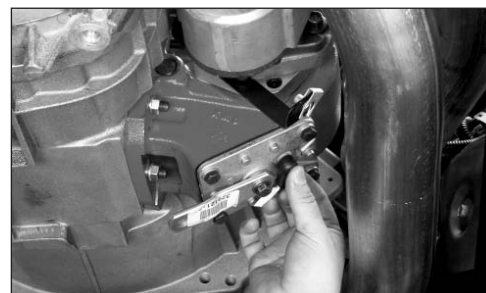

Abb. 16
19. Den Kabelbaum über die Oberseite des Getriebes verlegen und den gekapselten Stecker an den Nebenantriebs-Kontrollleuchtschalter anschließen (**Abb. 16**). Den Kabelbaum am Getriebe befestigen, damit das Relais nicht beschädigt wird.